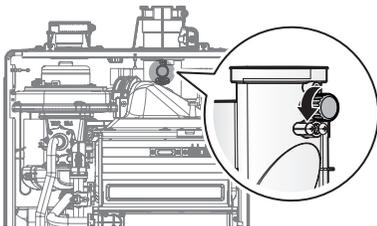

Figura 7
- Abra la cubierta del orificio de monitoreo de emisiones como se muestra en la Figura 7.